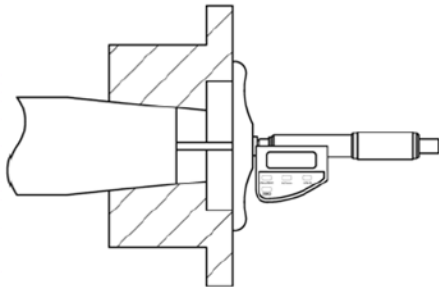

Figura 3 - Ejemplo de medición desde el extremo del eje hasta el lado del buje.
- 7.4. Use un micrómetro de profundidad para medir la distancia desde el extremo del eje hasta el lado del buje, como se muestra en la figura 3. Registre la dimensión.